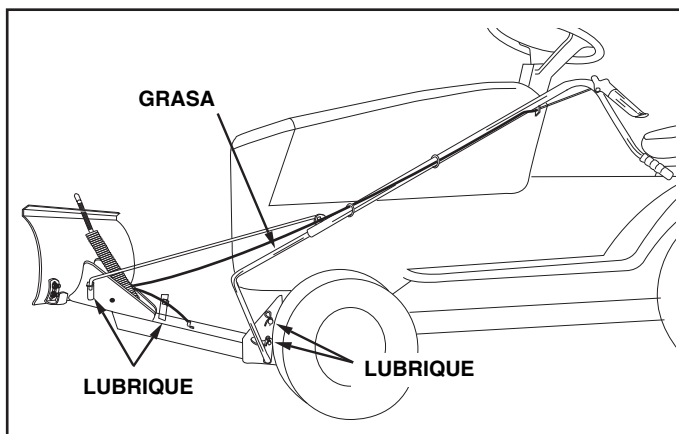

FIGURA 24
- Para mantener la cuchilla operando apropiadamente, lubrique todos los puntos de giro. Use el paquete de grasa que se incluye con la cuchilla para nieve para lubricar la parte superior de la barra de manejo de levante. Vea la Figura 24.
- Lubrique todos los puntos de giro y todos los puntos que se muestran en la Figura 24, página 23, en la sección de mantenimiento.